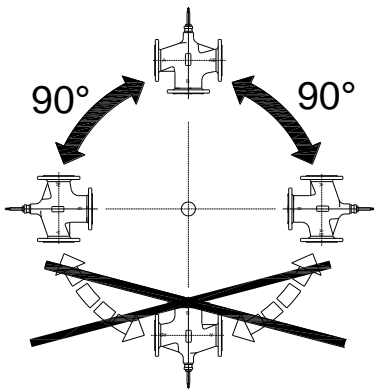

图 1
1. 阀体安装方向如图 1，可水平安装也可垂直安装，但不能倒置安装，如阀杆顶点方向朝下。